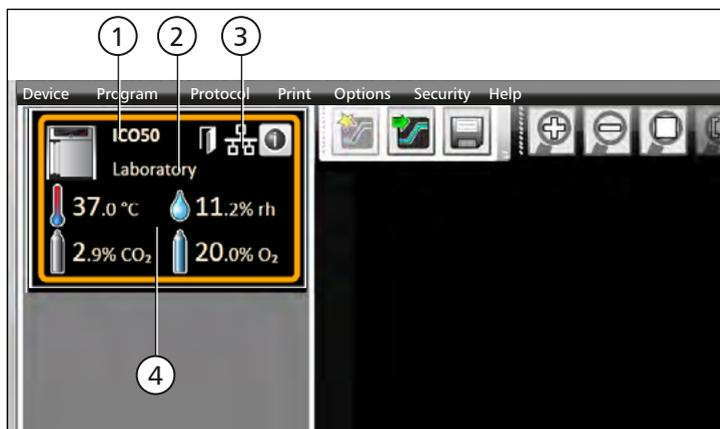

Рис. 1
- Если программно-аппаратный комплекс подключается к компьютеру с помощью протокола Ethernet и уже однажды был зарегистрирован в системе, он будет опознаваться автоматически и для него будет отображаться состояние работы (температура, аварийные сигналы) (Рис. 1).